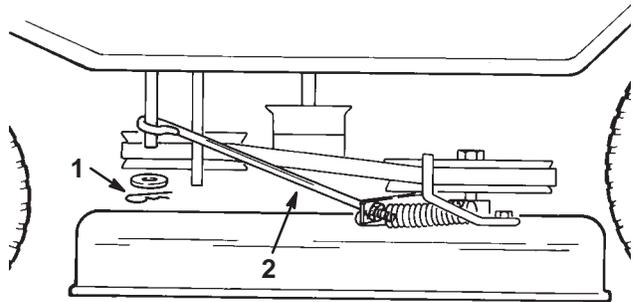

Bild 44
9. Stecken Sie die Schalthebelstange in den Schalthebelarm und befestigen sie mit einer Scheibe und einem Splint (Bild 44).